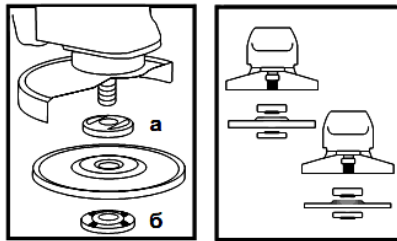

Рисунок 2
**4.4** Встановіть на виріб шліфувальний або відрізний круг. Для цього натисніть на кнопку фіксації шпинделя (1) і перевірте шпиндель до такого положення, при якому він зафіксується. За допомогою вилочного ключа з комплекту виробу відверніть і зніміть затискну гайку (б) (дивіться рисунок 2). Встановіть шліфувальний диск на посадкове місце фланцевої шайби (а) (рисунок 2), наживіть рукою затискну гайку на шпиндель і затягніть її ключем з комплекту виробу.